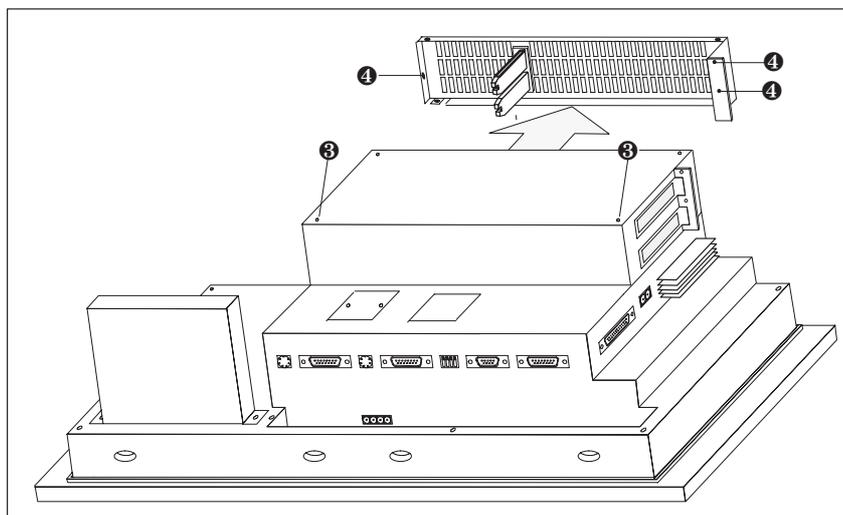

Figura 18-2 Come si toglie la parte laterale
4. Fissare lo slot di espansione AT all'OP (figura 18-2) solo con due delle quattro viti ④.
5. Svitare le tre viti ④ rappresentate nella figura 18-2 e togliere la parte laterale.